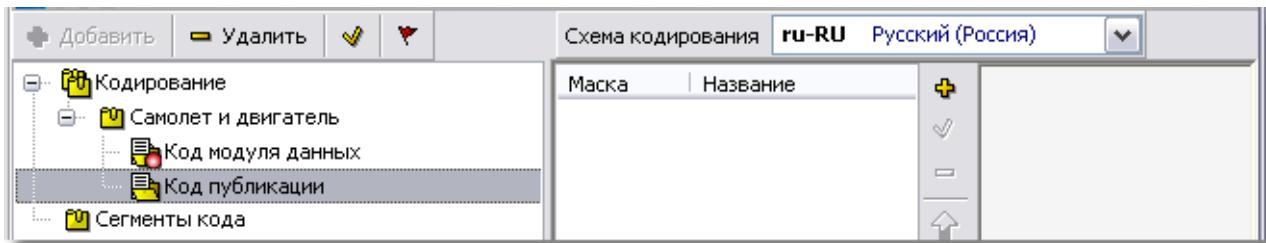

Рис. 2.8
5. Создайте еще один вариант схемы кодирования – «Код публикации» (Рис. 2.8).
Первый созданный вариант схемы кодирования становится схемой кодирования по умолчанию. Схема кодирования по умолчанию помечается значком (Рис. 2.8).